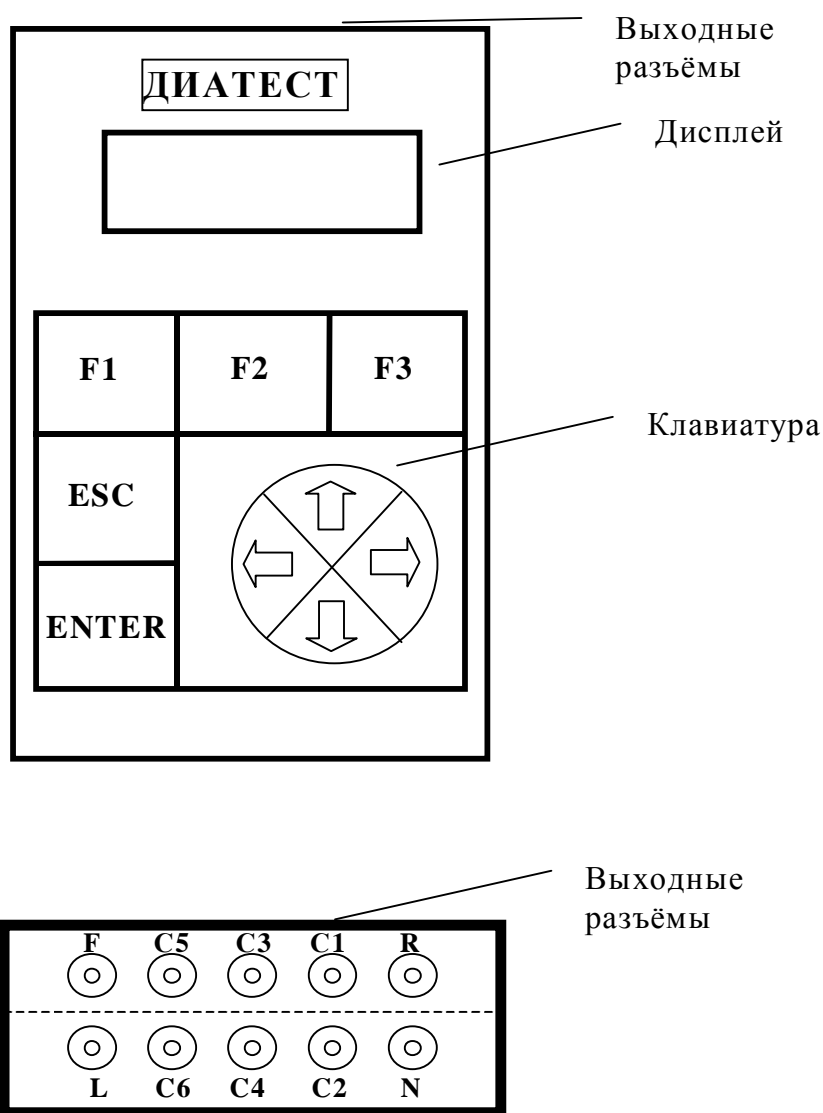

Рис. 5.1. Схема размещения разъемов и лицевая панель генератора
5.1.1 Расположение разъемов, внешний вид лицевой панели с клавиатурой и дисплеем показаны на рис. 5.1.